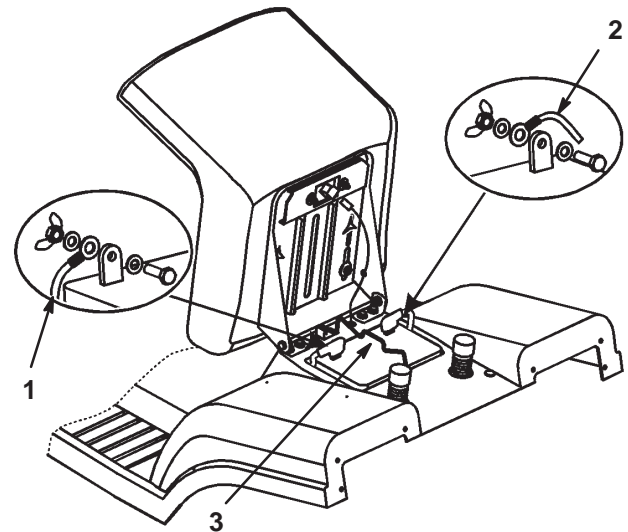

Bild 27
3. Nehmen Sie die Gummiabdeckung vom Minuskabel (schwarz) ab. Klemmen Sie das Minuskabel (schwarz) vom Batteriepol ab (Bild 27).
4. Nehmen Sie die Gummiabdeckung vom Pluskabel (rot) ab. Klemmen Sie das (rote) Pluskabel vom Batteriepol ab (Bild 27).
5. Entfernen Sie die Batterieklemmstange (Bild 27).
1. Setzen Sie die Batterie in das Chassis ein. Die Batteriepole sollten zur Vorderseite des Traktors zeigen (Bild 27).
2. Sichern Sie die Batterie mit der Klemmstange am Chassis ab (Bild 27).
3. Schließen Sie das Pluskabel (rot) mit der Schraube und Flügelmutter am (+) Pluspol an (Bild 27). Schieben Sie die Gummiabdeckung über den Batteriepol.
4. Schließen Sie das (schwarze) Minuskabel mit der Schraube und Flügelmutter am (-) Minuspol an (Bild 27). Schieben Sie die Gummiabdeckung über den Batteriepol.